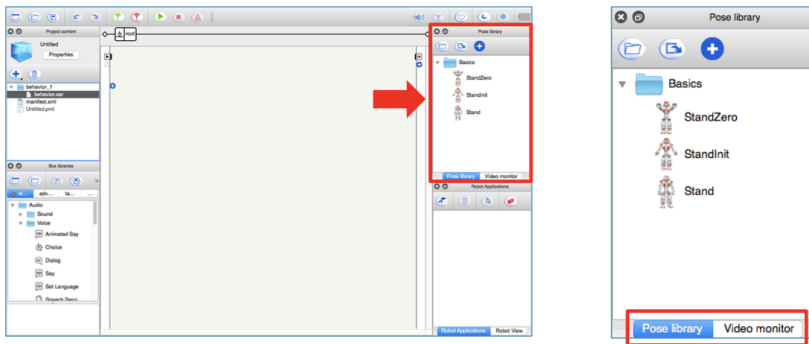

Figure 6: Sélection des boîtes à partir de Pose library
- ▶ En cliquant sur l'onglet Video monitor (Figure 6), on peut voir le retour vidéo de la caméra de NAO.